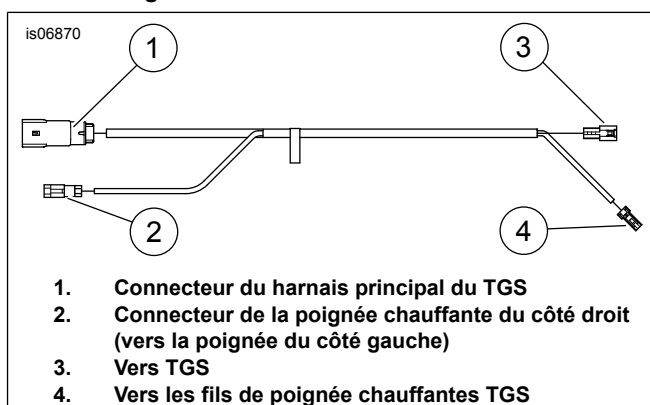

Figure 3. Harnais pour cavaliers TGS
4. Consultez Figure 3 . Attachez le **NOUVEAU** harnais de cavaliers TGS au TGS.
- a. Connectez le connecteur (3) au harnais TGS.
- b. Connectez le connecteur (4) au connecteur de la poignée chauffante.